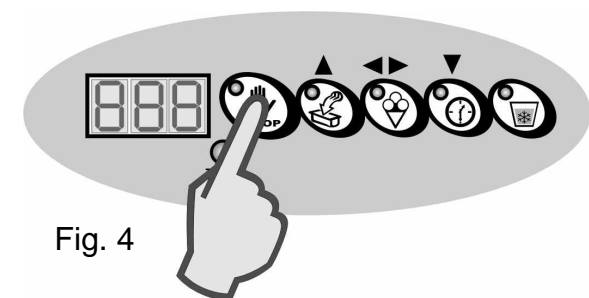

Fig. 4
7. Para salir de la programación y guardar las modificaciones presione la tecla "STOP". (fig. 4)